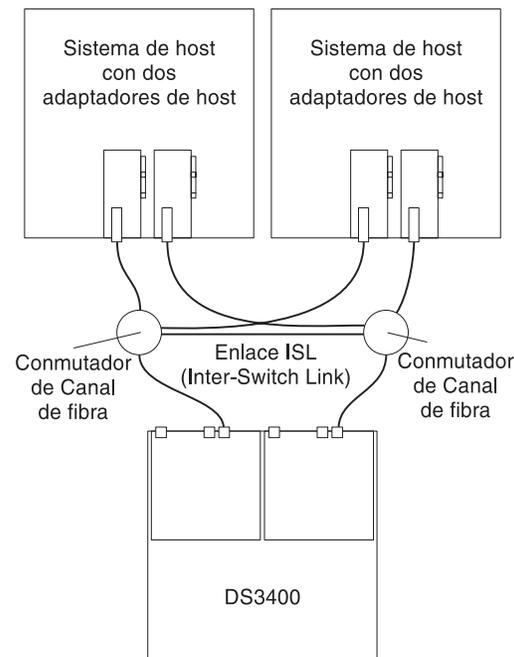

Figura 44. Ejemplo de configuración de un solo entorno de conexión a SAN
- Configuración de un solo entorno de conexión a SAN, tal como se muestra en la Figura 44
En la Figura 44, los conmutadores de Canal de fibra están conectados mediante el ISL (Inter-Switch Link) para formar un solo entorno de conexión a SAN.